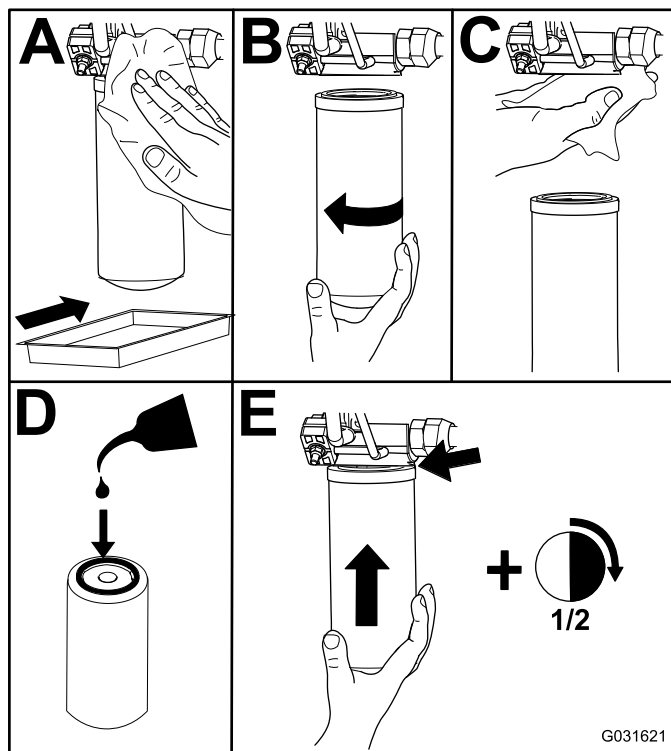

Figura 105
- Sostituite i filtri idraulici (Figura 105).